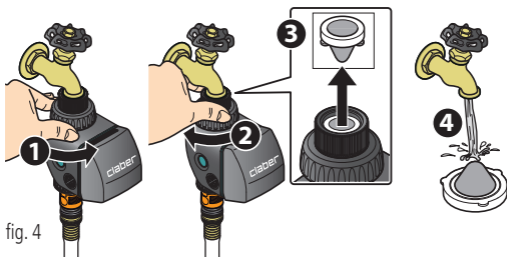

fig. 4
- Contrôler régulièrement et nettoyer le filtre sous l'eau courante (voir fig.4).